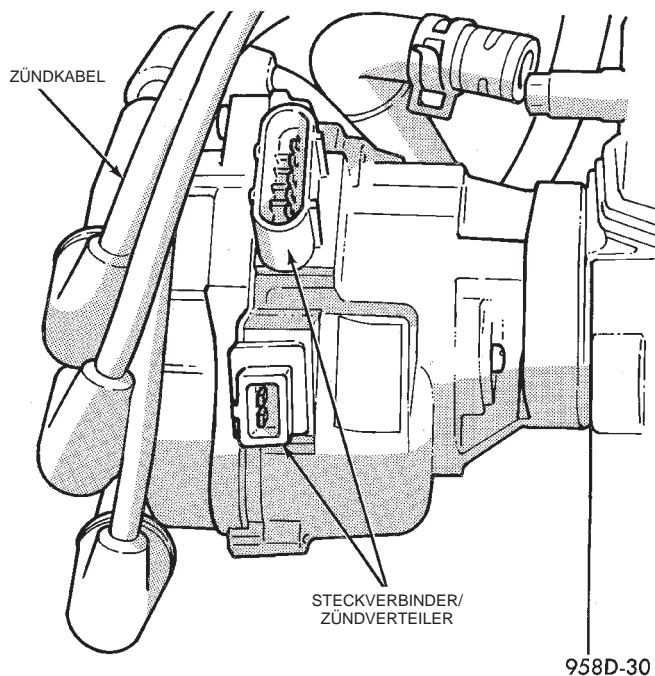

Abb. 49 Steckverbinder des Zündverteilers — Ansicht von der Rückseite des Zündverteilers
(9) Stellung des Verteilerläufers markieren und Verteilerläufer abnehmen. Durch die Markierung wird der spätere Einbau des Zündverteilers erleichtert.
(10) Die beiden Steckverbinder vom Zündverteiler abziehen (Abb. 49).
(11) Befestigungsmuttern der Halteklemme des Zündverteilers lösen und samt Scheiben abnehmen.
(12) Befestigungsschraube der Zündkabelhalterung oben am Verteilergehäuse lösen und Halterung abnehmen.
(13) Befestigungsschraube des Getriebeölmeßstabrohrs lösen und Rohr abnehmen.
(14) Zündverteiler vorsichtig aus dem Motor ziehen.